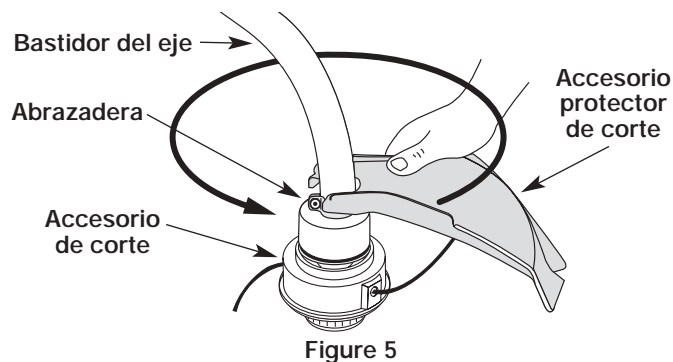

Figure 5
2. Empuje el accesorio protector de corte hacia abajo hasta la parte superior del ensamble del accesorio de corte y luego gire el accesorio protector de corte hasta que los orificios de los tornillos se alineen y la protección quede en la cavidad cóncava (Fig. 5).